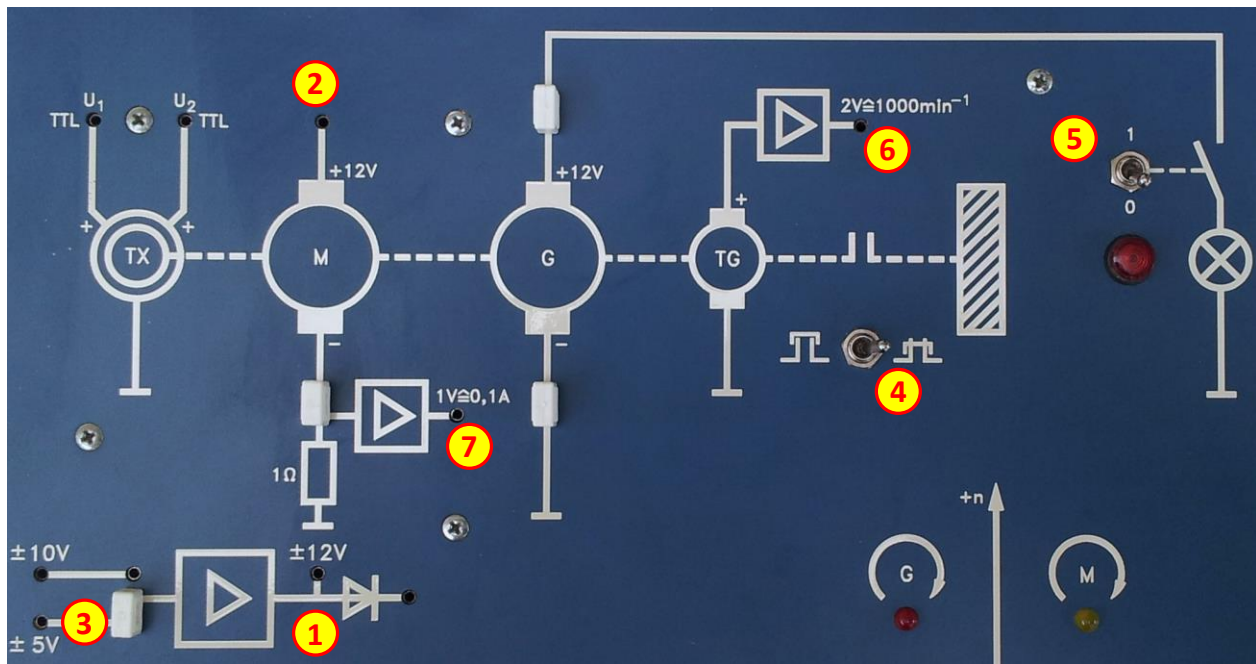

Figura 1: Esquema del sistema de velocidad angular hps5130
Usando como referencia la figura 1:
Paso 2) Conecte un cable entre el punto 1 (+/- 12V), salida del amplificador; y el punto (2), +12V, armadura del motor CD.
Paso 3) Conecte el canal 1 del osciloscopio, el cual se usará para medir la señal de entrada al motor, al punto (1), la salida del amplificador.
Paso 4) Conecte un generador de señales pseudoaleatorias a la entrada del amplificador, punto (3). Note que el amplificador tiene una entrada máxima de +/- 5V y una ganancia de $12V/5V = 2.4$. Esto es por cada voltio en la entrada el motor recibe 2.4 voltios en el devanado de armadura.
Paso 5) Asegúrese de que el interruptor que controla la inercia, punto (4), esté hacia la derecha.
Paso 6) Asegúrese de que el interruptor que controla la carga, punto (5), esté en la posición de apagado (0).
Paso 7) Conecte el canal 2 del osciloscopio, con el que se medirá la respuesta de velocidad, a la salida del tacómetro, punto (6), La ganancia de esta salida es de 2V/1000 rpm (aunque las rpm no son unidades adecuadas, sería mejor trabajar en rad/s).
Paso 8) Conecte el canal 3 del osciloscopio al sensor de corriente, punto (7) y repita el paso 9 para obtener la respuesta de corriente. La ganancia de esta salida es de 1V/0.1A.
Paso 9) Conecte la tierra del generador de señales y la del osciloscopio a un punto de tierra del hps5130 (no se muestra en la figura 1).
Figura 2: Captura de la entrada, canal 1 en [V] medido en (3); de la velocidad angular, canal 2 [2V/krpm] medido en (6); de la corriente [A] medido en (7); del sistema motor hps5130 mostrado en la figura 1.